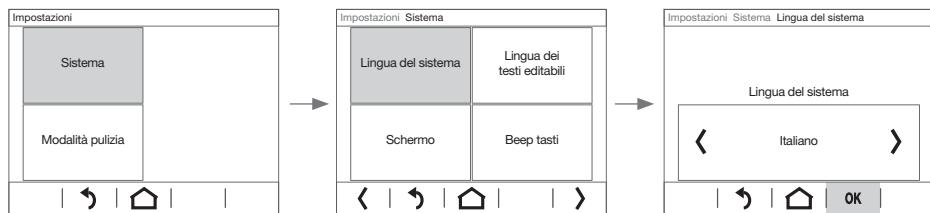

Figura 5: esempio d'impostazione della lingua di sistema
- Attivare la superficie di comando **#** nella fascia superiore del display (8). La visualizzazione si sposta nel menu **Impostazioni**.
- Attivare la superficie di comando per il parametro desiderato. La visualizzazione si sposta su un'altra pagina dalla quale occorre ancora operare una selezione, oppure va direttamente all'impostazione del parametro (figura 5).
- Con **-/+** il valore del parametro ridurre/aumentare, con **> / <** è possibile selezionare un valore preimpostato disponibile (figura 5), oppure con **[ON]/[OFF]** è possibile attivare/disattivare il parametro (tabella 1).